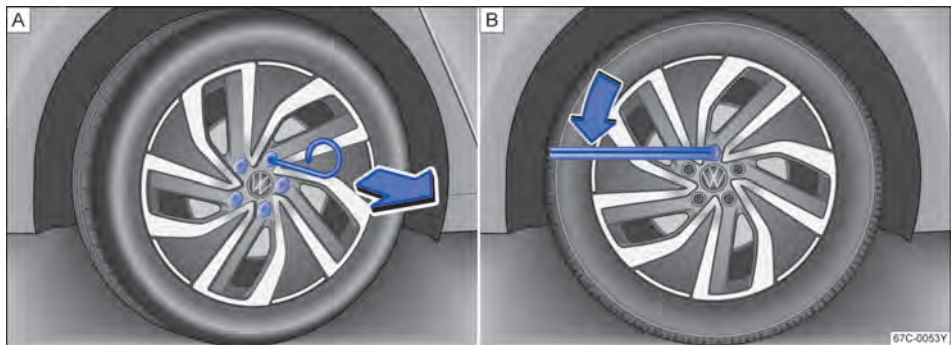

图 138 [A]. 从车轮螺栓上拔下盖罩；[B]. 更换车轮：松开车轮螺栓
- 将钢丝钩穿过开口插入盖罩内→图 138 [A]，然后沿箭头方向将其拔下。
- 将车轮扳手套到车轮螺栓上，然后推到限位位置→图 138 [B]。